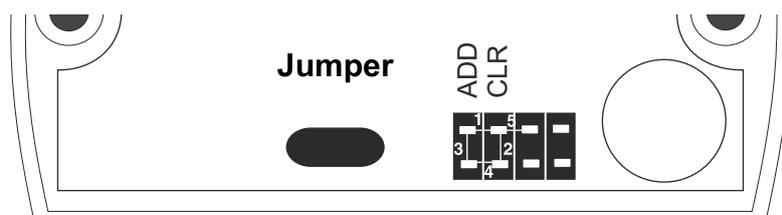

Abb. 3. Jumper-Positionen
Im Lieferumfang jedes Matrix II K-Lesegeräts ist ein Jumper für Programmierzwecke enthalten. Es gibt fünf zulässige Jumper-Positionen (siehe Abb. 3).
- Verbinden Sie die externen Geräte mit den Lesegerät-Klemmen, wie im Verbindungs-Layout angegeben. Im Fall eines elektromechanischen Schlosses installieren Sie eine Schutzdiode (siehe Abb. 7) und den Jumper an Position 1 (siehe Abb. 3).